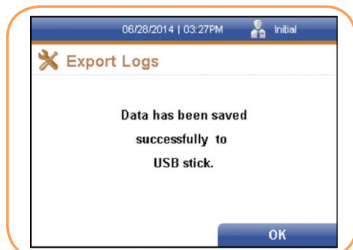

FIGURA 122
3. Se mostrará una ventana que confirmará que los datos se han guardado correctamente en un dispositivo USB (Figura 122).